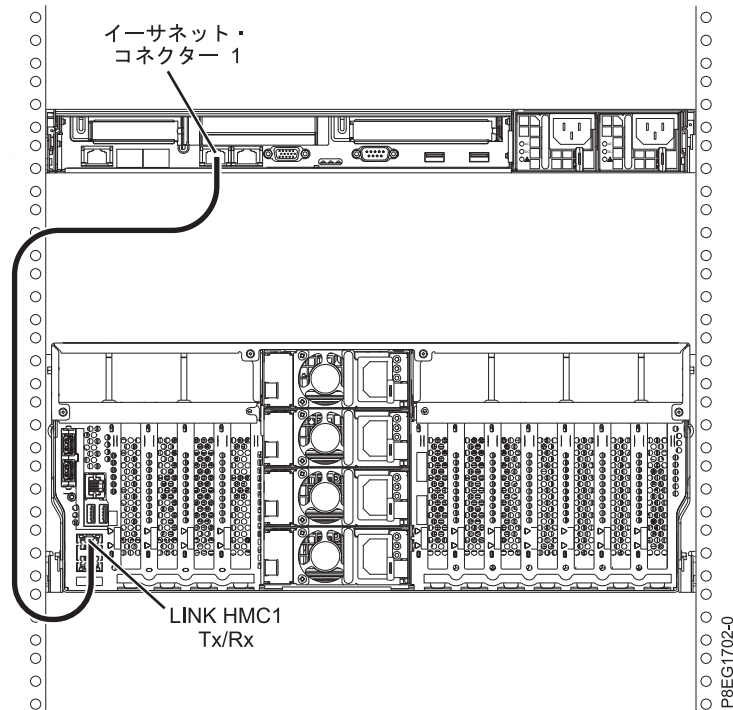

図 20. 管理対象システムへの HMC の取り付け
1. HMC を管理対象システムに直接接続する場合は、HMC の **イーサネット・コネクタ 1** を管理対象システムの **HMC1** ポートに接続します。 29 ページの図 20 を参照してください。